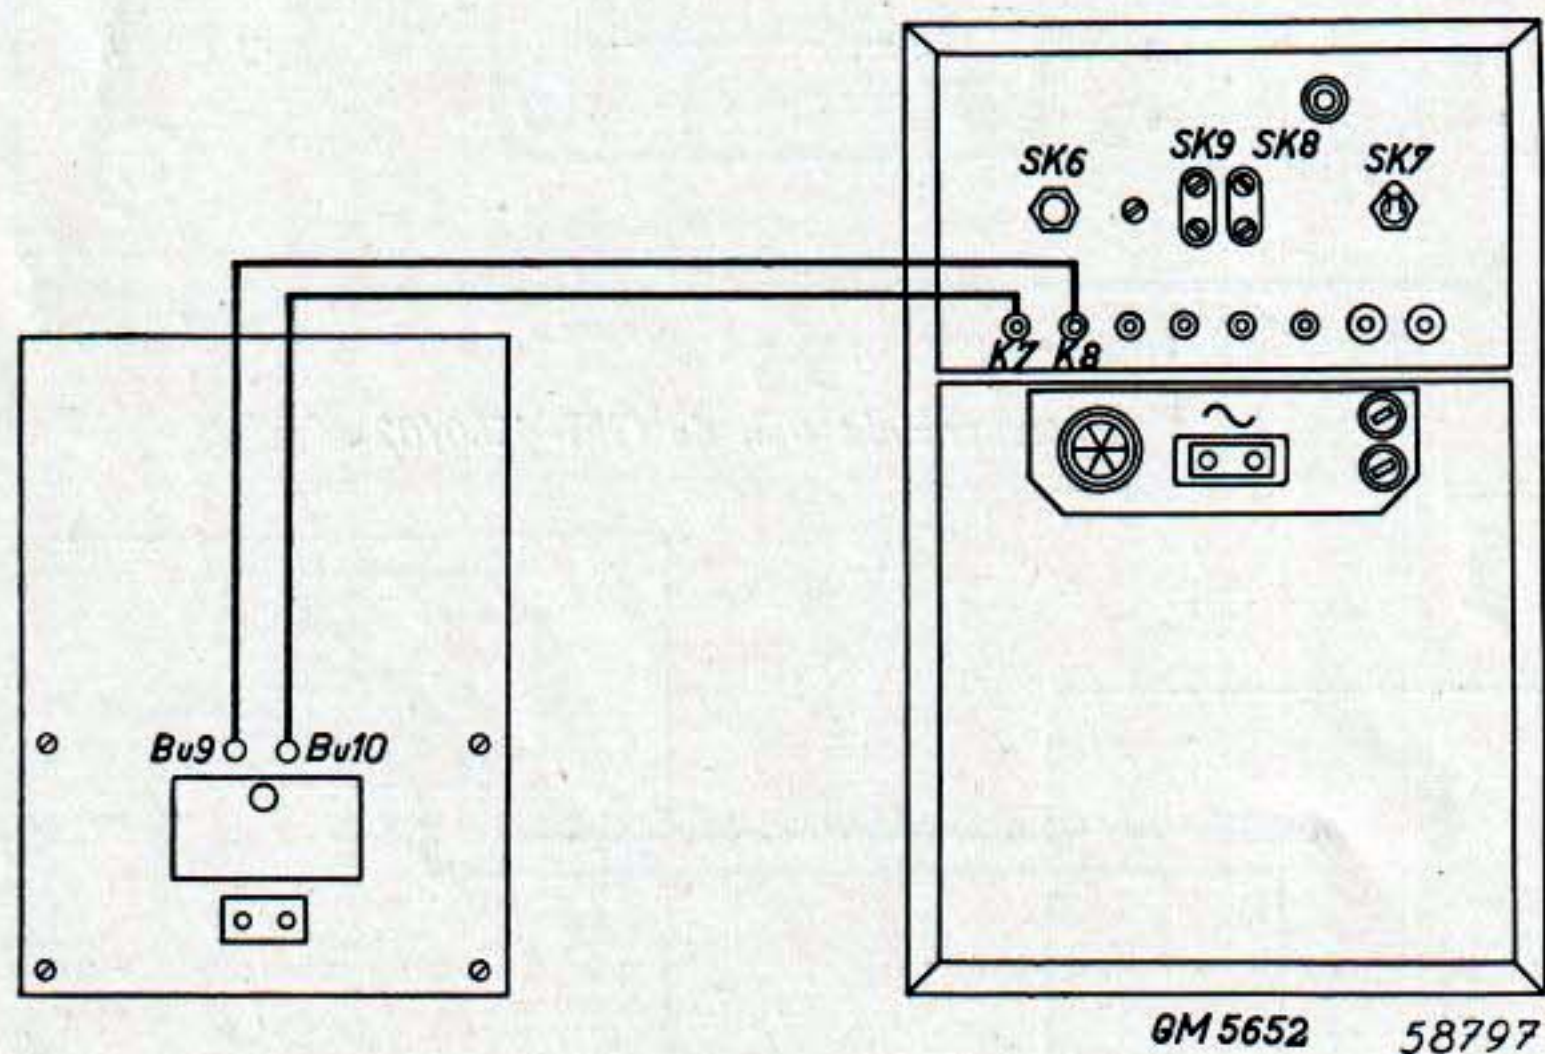

Fig. 8
D. Aansluiting op de GM 5652 (fig. 8)